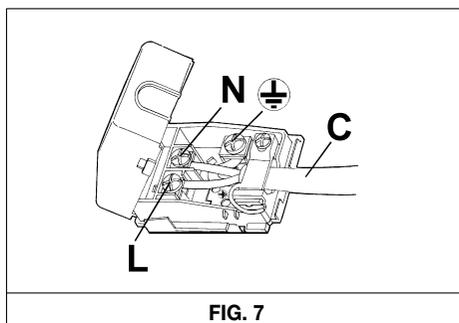

FIG. 7
- Se l'apparecchio è sprovvisto del cavo d'alimentazione, collegare alla morsettiera un cavo di adeguata sezione (vedi tabella paragrafo 6) tenendo il conduttore di terra più lungo rispetto ai conduttori di fase e, seguendo lo schema della fig. 7.
- Applicare al cavo d'alimentazione "C", se sprovvisto, una spina normalizzata adatta al carico indicato sull'etichetta segnaletica. Allacciare i cavetti secondo lo schema della fig. 7 avendo cura di rispettare le sottonotate rispondenze: